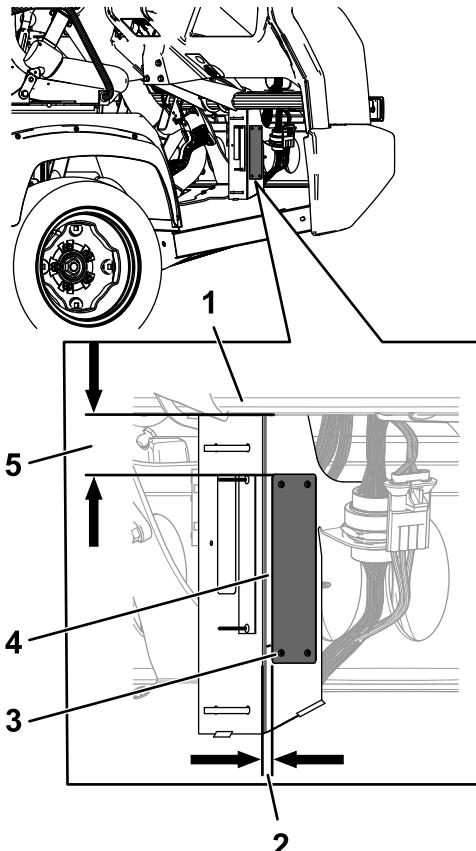

Figura 8
1. Instale la placa del número de serie usando 4 remaches ciegos (3 x 10 mm) en la posición indicada en la Figura 8.